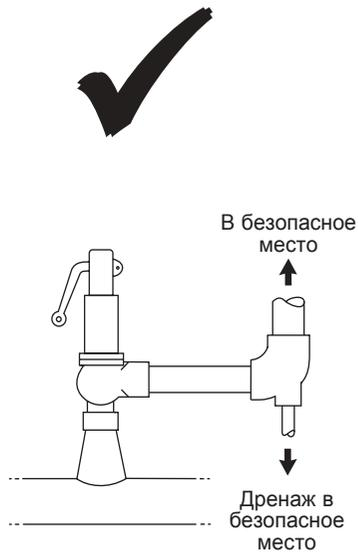

Рис. 3
- 5.8** Если выходной трубопровод направлен вверх, в самой низкой точке необходимо сделать дренажное отверстие. (Рис.3) Выпуск должен осуществляться в место, где он не будет создавать шума или неудобств.